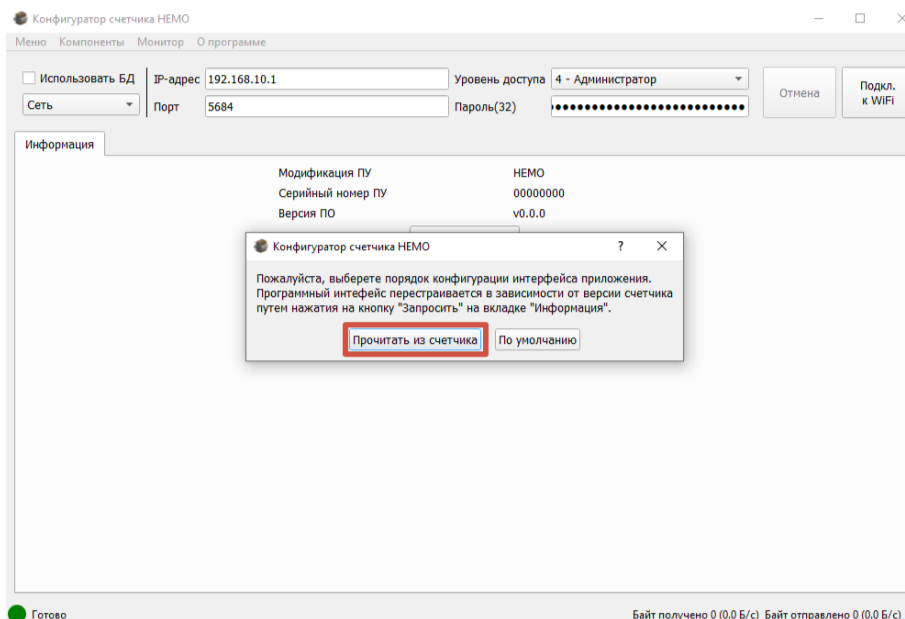
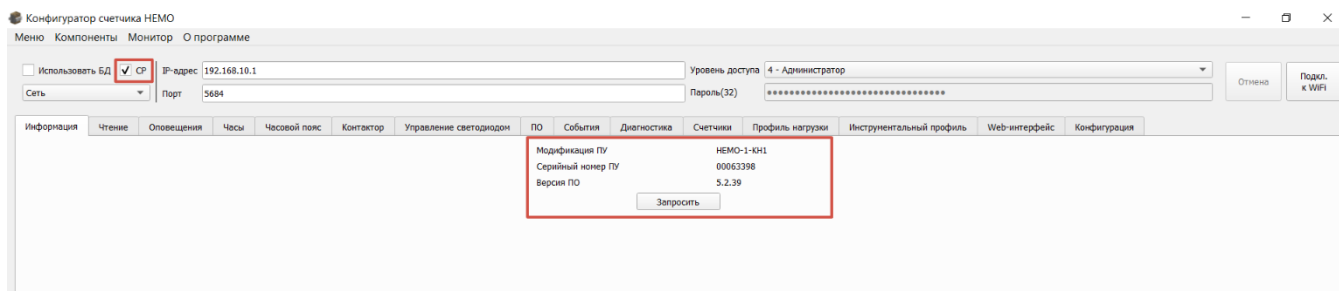

Рисунок 9
Рисунок 10
- для проверки связи со счетчиком необходимо открыть ПО конфигуратор «Тинкер», в открывающемся окне подтвердить выбор конфигурации интерфейса – «Прочитать из счетчика» (Рисунок 9), далее необходимо запросить информацию со счетчика (Рисунок 10), подключение считается успешным в случае отображения модификации, заводского номера и номера версии счетчика.
- При успешном подключении данные о счетчике будут выведены на экран, см. Рисунок 10.